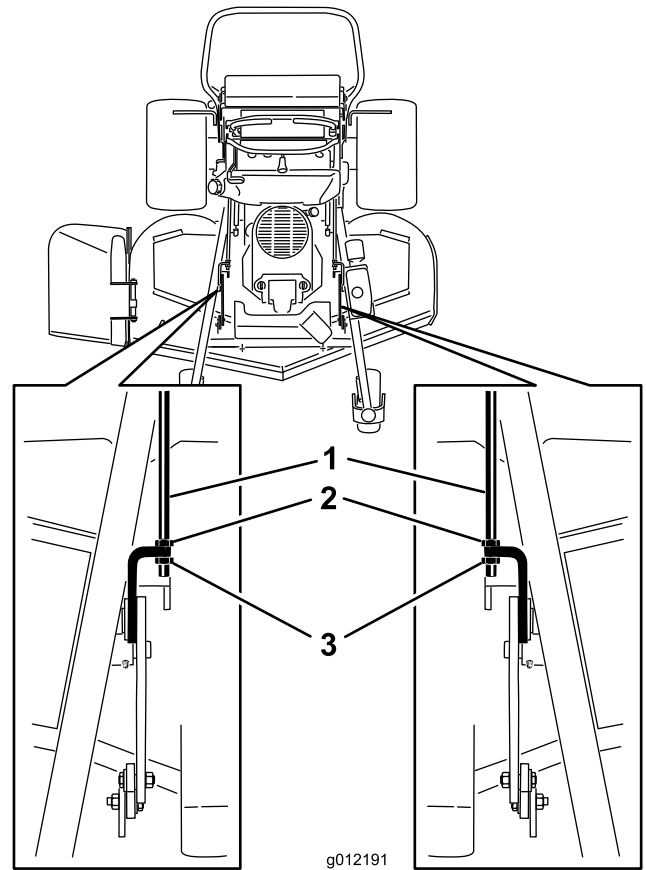

Bild 87
2. Lösen Sie die vorderen und hinteren Muttern an den Einstellstangen (Bild 87).
3. Das Gewicht des Mähwerks muss auf allen 3 2x4-Holzstücken liegen (Bild 87). Die hintere Lippe des Mähwerks ist 6 mm niedriger als die vordere Lippe des Mähwerks.
6. Wenn die Werte falsch sind, stellen Sie die vorderen und hinteren Muttern an jeder Seite ein, bis Sie die richtige Neigung in Längsrichtung erhalten (Bild 87).